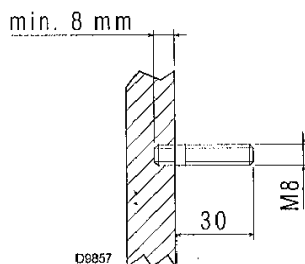

Fig. 7
- Monter les pivots de fixation comme indiqué dans la Fig. 7.